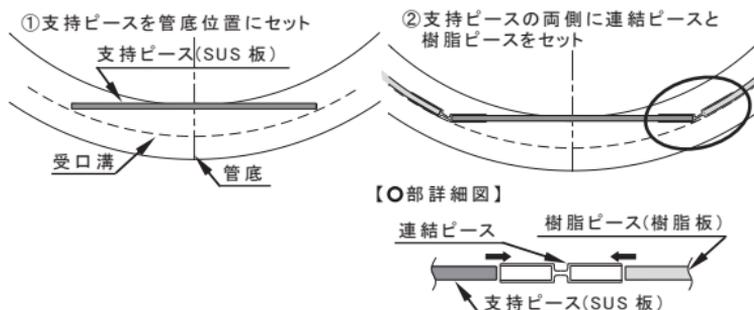

図9 ロックリングサポータのセット①
- ①支持ピースを管底位置にセットする (図9)。
- ②支持ピースの両側に連結ピースおよび樹脂ピースをセットする (図9)。